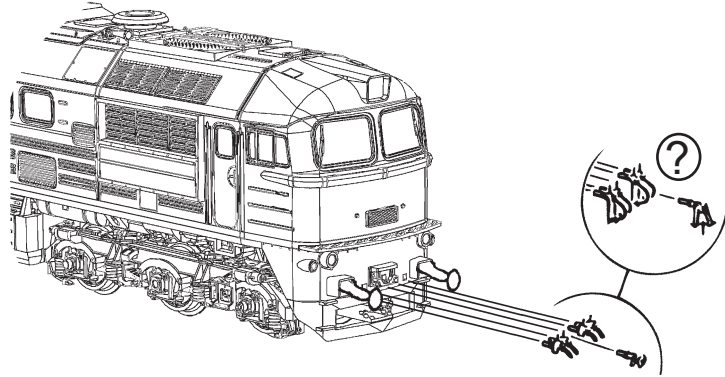

Fig. 4
**3. Haftreifenwechsel:** Zuerst den Getriebedeckel abnehmen (Fig. 4). Danach den **Radsatz** herausnehmen und die **Haftreifen** mit einer Nadel od. mit einem feinen Schraubendreher abziehen (Fig. 6). Beim Aufziehen der neuen Haftreifen darauf achten, dass diese sich nicht verdrehen.
**3. Change of traction tyre:** Remove the gear cover (fig. 4). Take out **wheel set** and remove **traction tyre** using a pin or a fine screwdriver (fig. 6). When pressing on the new traction tyre please **avoid twisting it**.
**3. Échange des bandages d'adhérence:** Démontez d'abord **le couvercle du carter des engrenages** des engrenages (fig. 4). Délogez ensuite les essieux bandagés et enlevez, à l'aide d'une aiguille ou d'un tournevis fin, les bandages d'adhérence (fig. 6). Lors du montage des nouveaux bandages veuillez veiller à ce que les bandages **ne soient pas tor-dues**.